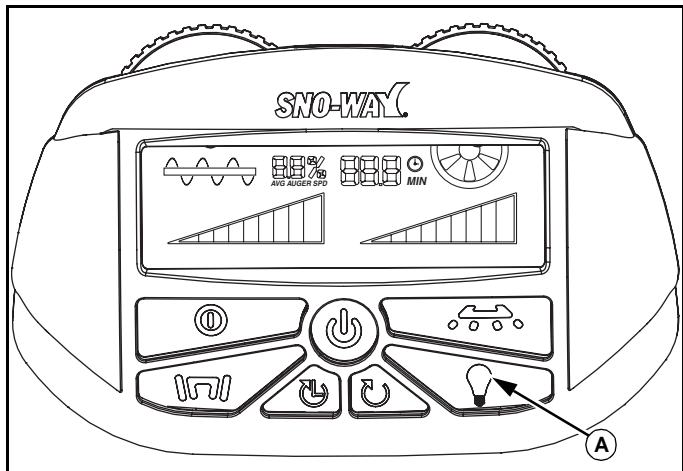

Figur 1-13
For å betjene fuktesystem, sett kontrolleren til driftsmodus, trykk fukting-knapp (A), og knappelyset vil så endres fra hvit til grønn. Fuktesystemet fungerer ikke hvis enheten er i pausemodus. Hvis fuktesystemet ikke er i auto-modus, vil det slås av når kontrolleren er satt på pause og forblir avslått helt til knappen trykkes på nytt under driftsmodus. Hvis fuktesystemet er i auto-modus og kontrolleren kjører kan det slås av ved å trykke på knappen. Knappelyset blir hvitt når den er slått av og grønt igjen hvis du trykker på knappen. (Se Figur 1-13.)